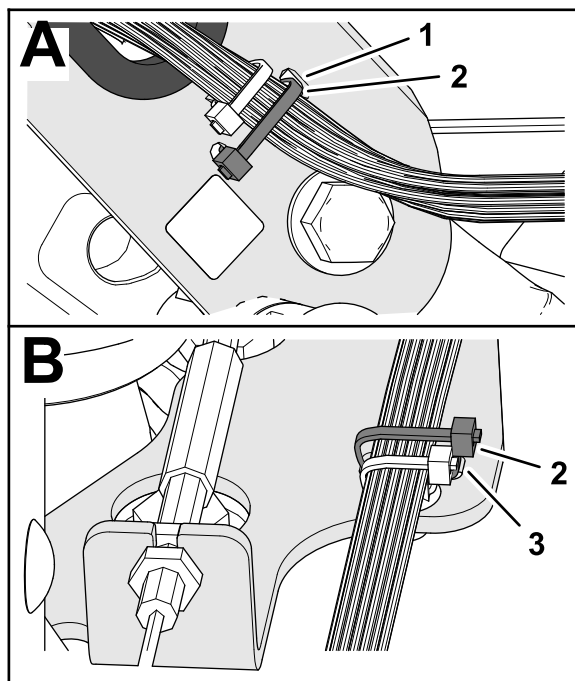

Figura 11
- Fixați cablajul mainii de canalul barei de ghidare cu un colier de cablu prin fantele din canal (Figura 11).